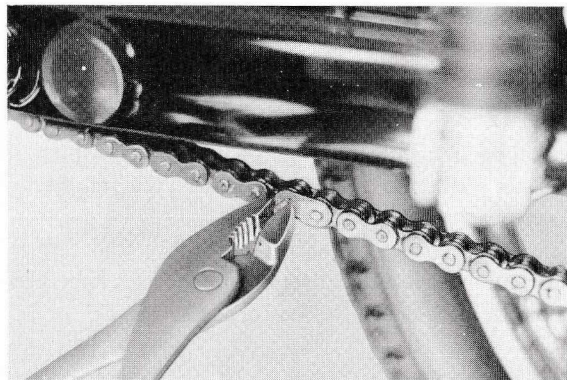

Fig. 2-1-7
Vid monteringen skall kedjan läggas på enligt Fig. 2-1-7. Sedan kedjan lagts på, skall ägaren få sätta sig på mopeden. Mät den vertikala rörelsen hos kedjan mitt på den nedre delen, och justera kedjespänningen så att den totala rörelsen hos kedjan i vertikalled blir cirka 20 mm.
8. Kæden tages af, og samleledet løsnes med bagbremser i funktion. Ved påmonteringen samles kæden som vist i Fig. 2-1-7. Lad derefter føreren tage plads på knalleren. Mål kædens op- og nedadgående bevægelse midt på den nederste kædehalvdel. Denne bør være ca. 20 mm. Om nødvendigt reguleres kædens spænding.